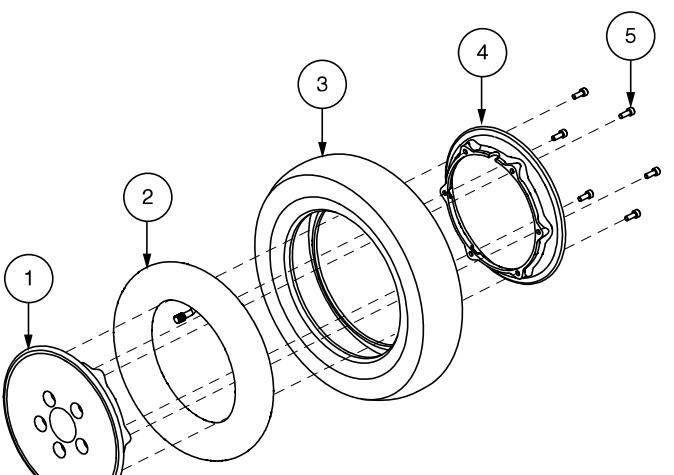

Figura 28. Ruota pneumatica motrice smontaggio/montaggio
6. Rimuovere le viti che fissano i cerchi. Vedere figura 28.